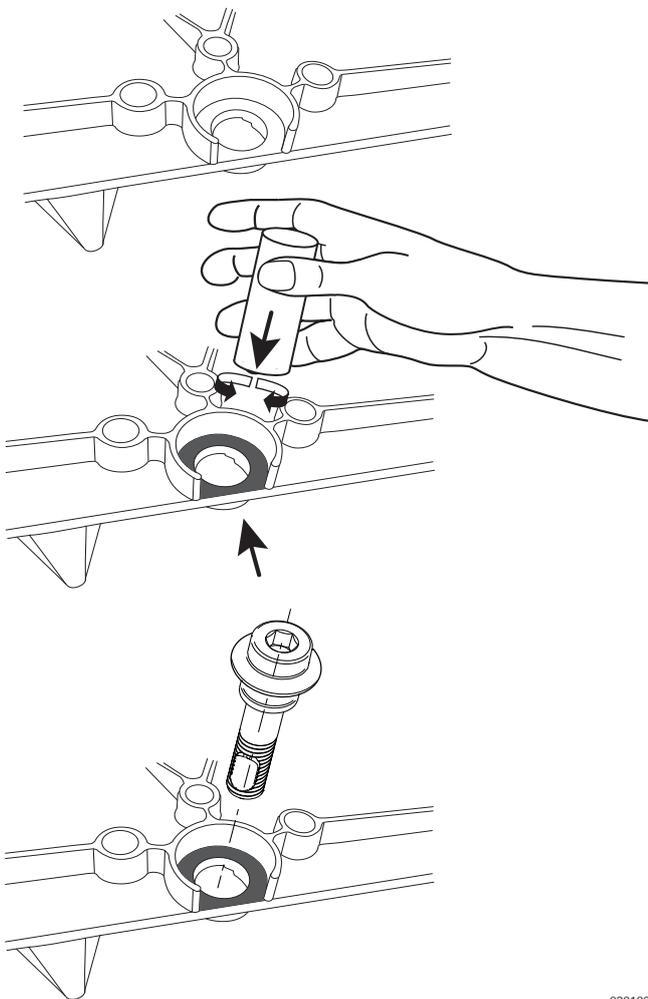

Fig. 61: Application de la pâte céramique
- ➔ Appliquez la pâte céramique, s'il n'y en pas ou trop peu (v. Fig. 61).